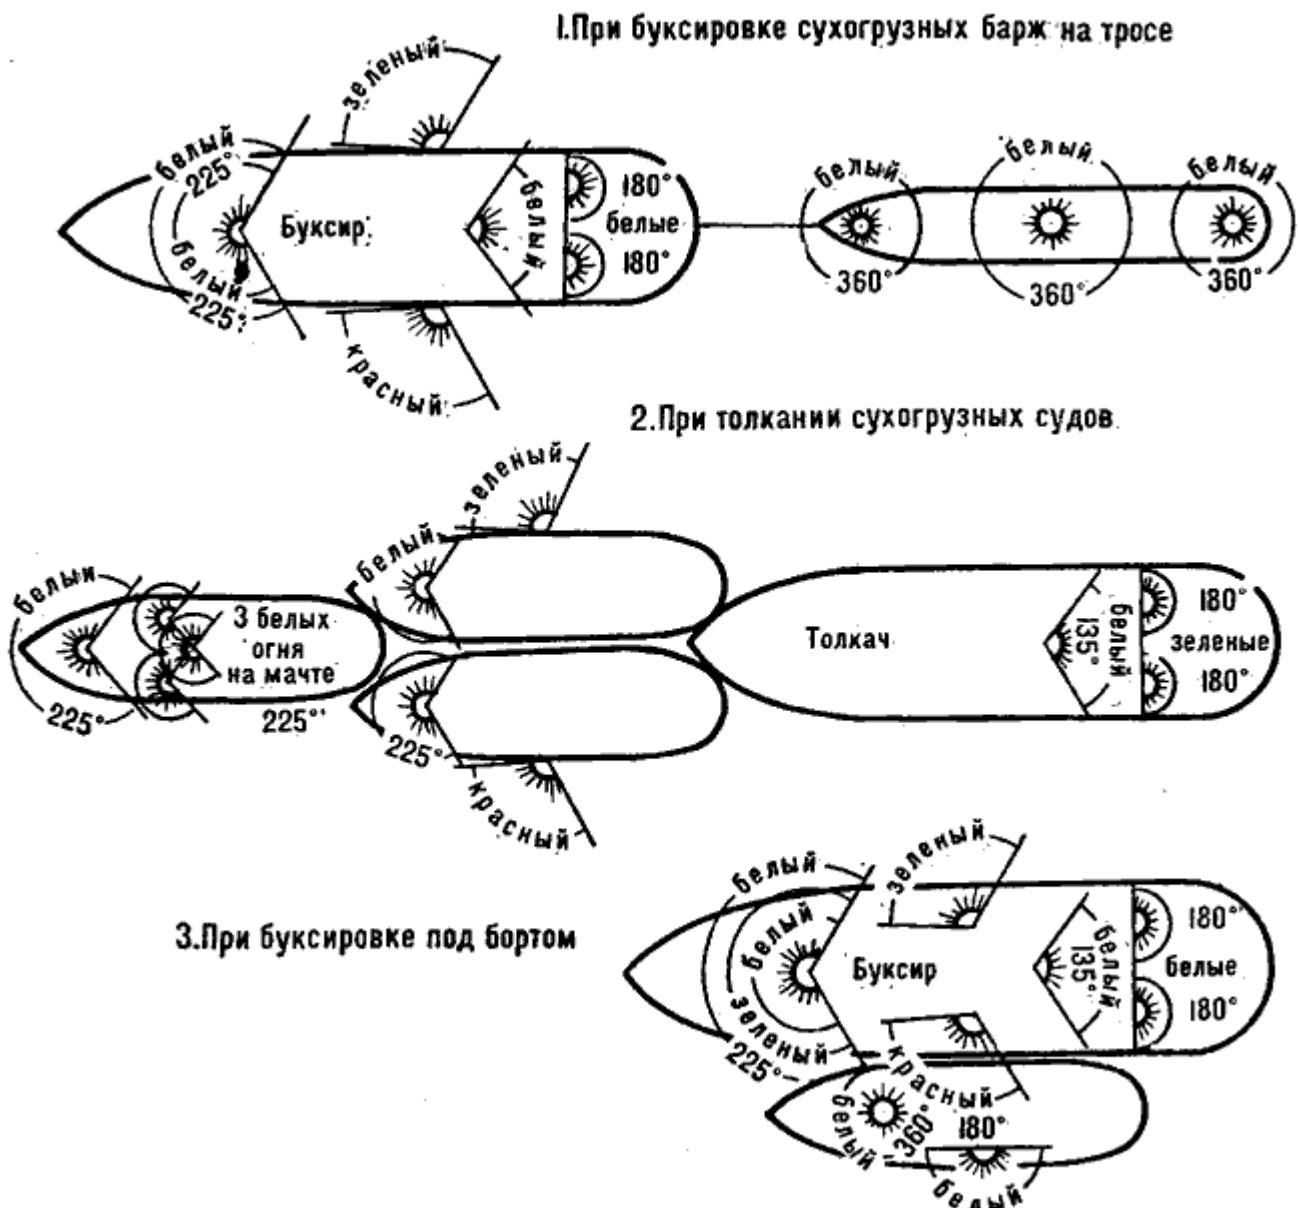

Рис. 144. Схема расположения ходовых огней на речных буксирах
- Буксирующие суда, ведущие на борту другие суда или плоты, кроме огней, предусмотренных § 25 для одиночных судов (отличительных, гакового и гакабортных), несут на передней мачте (рис. 144):
- сухогрузные, длиной более 50 м - кроме белого клотиковского на мачте по одному белому огню на носовом и кормовом флагштоках (рис. 144);
- буксируемое под бортом - один белый клотиковский огонь на мачте и один белый огонь с внешнего борта (рис. 144);
Если ширина толкаемых судов превышает ширину толкача, то его отличительные огни переносят на наружные борта толкаемых судов (§ 35, рис. 144).